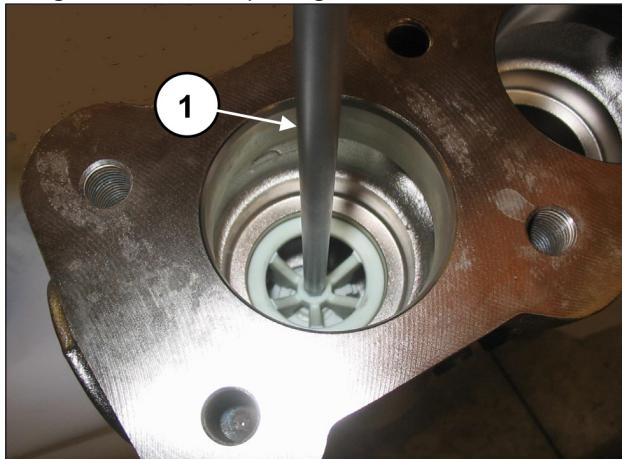

Fig. 111
Extraire l'entretoise du guide de soupape avec une clé hexagonale de 8 mm (rep. ①, Fig. 111).